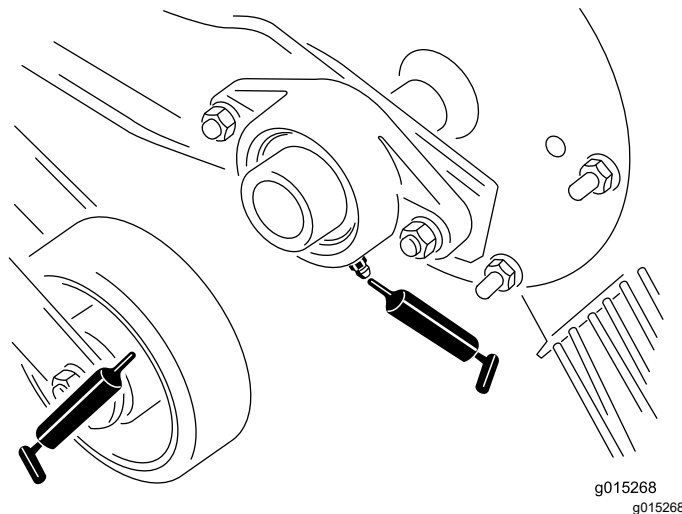
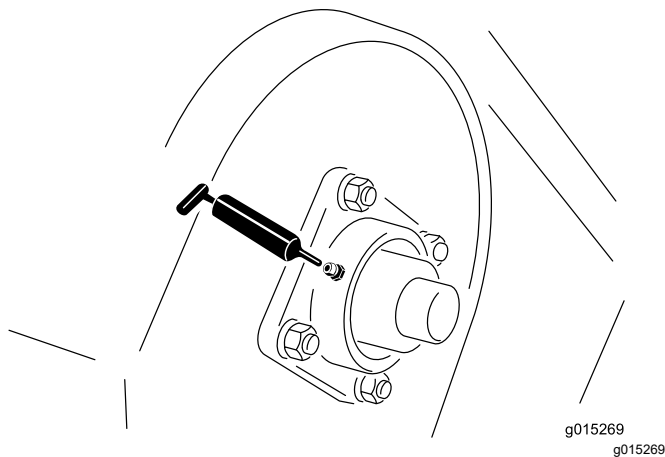

Figura 11
Figura 12
2. Introduza massa lubrificante no rolamento ou casquilho (Figura 11, Figura 12 e Figura 13).